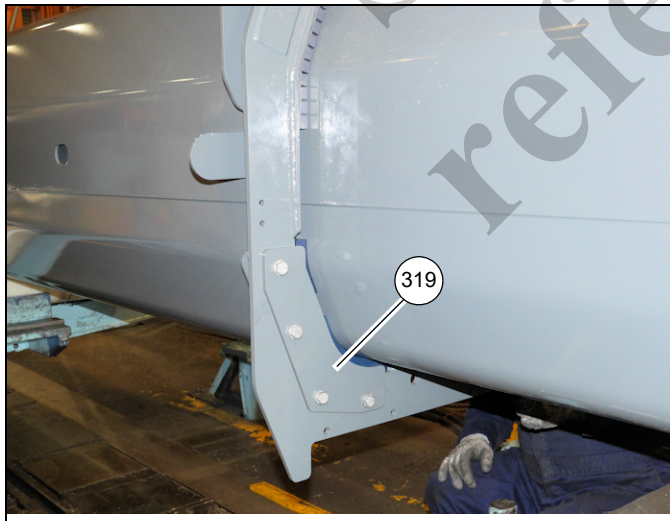

FIGURA 4-30
- 41. Tire la sección telescópica 3 (401) para sacarla varios pies de la sección telescópica 2 (301).
- 42. Retire los pernos, arandelas, arandelas de seguridad y tuercas (338, 342, 339, 351) que fijan las placas de tope (319) del lado izquierdo y derecho inferior a la parte delantera de la sección telescópica 2 (301) (vea la Figura 4-30).